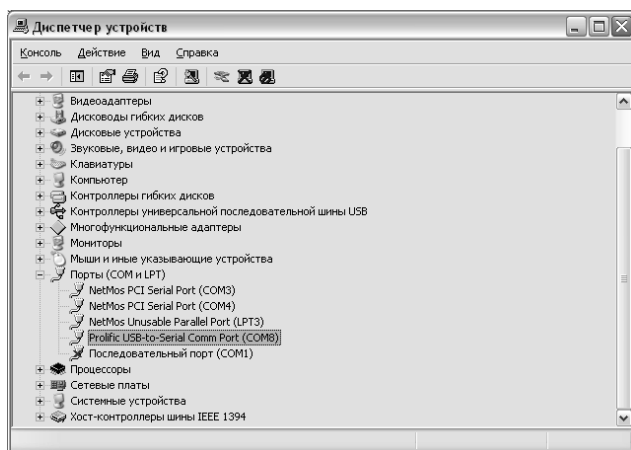

Рисунок 1
6.2 После установки драйвера блок подключается к ПК кабелем из комплекта поставки. В диспетчере устройств создается виртуальный COM-порт. Номер порта можно посмотреть и изменить в диспетчере устройств: Пуск > Настройка > Панель управления > Система > Оборудование > Диспетчер устройств > Порты (COM и LPT) > Prolific USB-to-Serial Comm Port (рисунок 1).